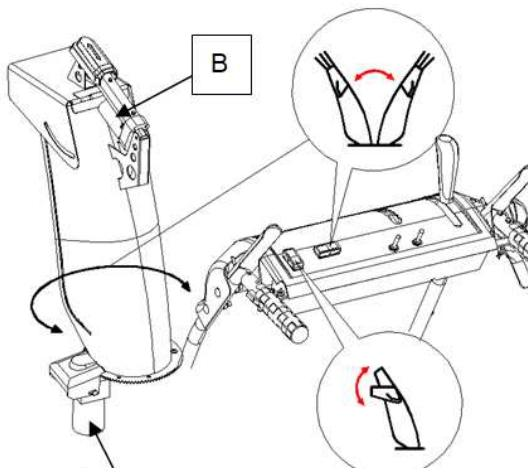

Рисунок 9
- Нажать регулятор поворота в положение ВВЕРХ [UP] и удерживать для поворота желоба влево (см. поз. А на Рисунок 9)
- Нажать регулятор отклонения желоба в положение ВВЕРХ [UP] и удерживать для увеличения высоты и расстояния выброса снега (см. поз. В, Рисунок 9)